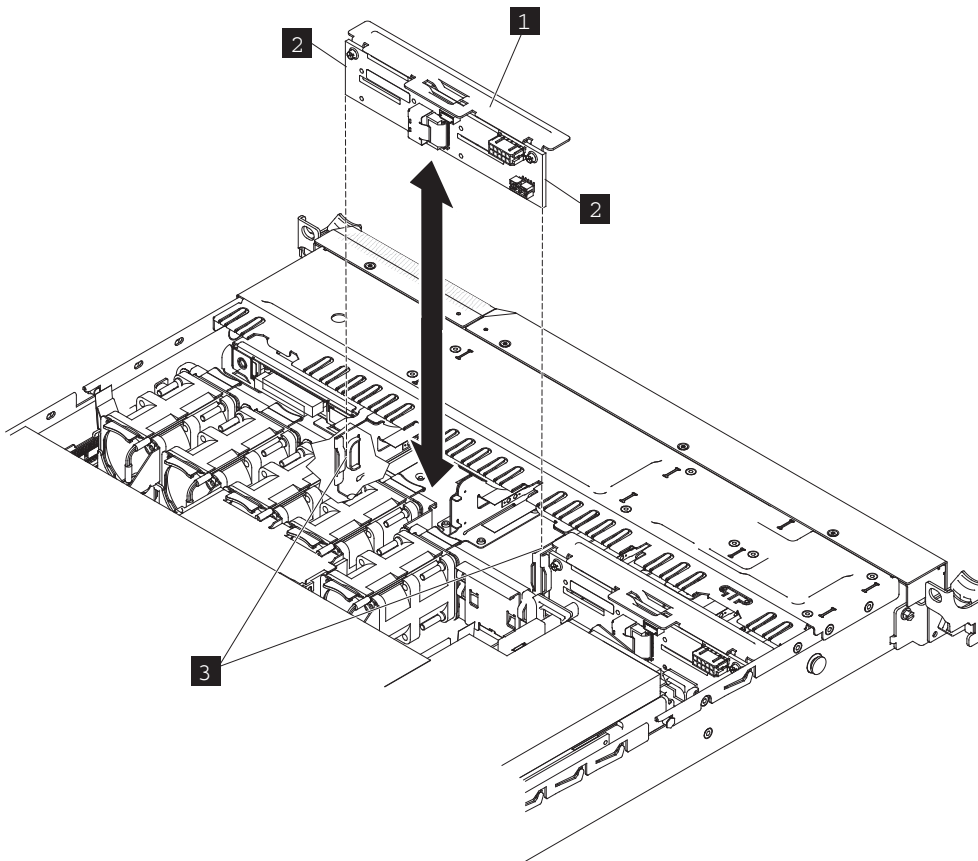
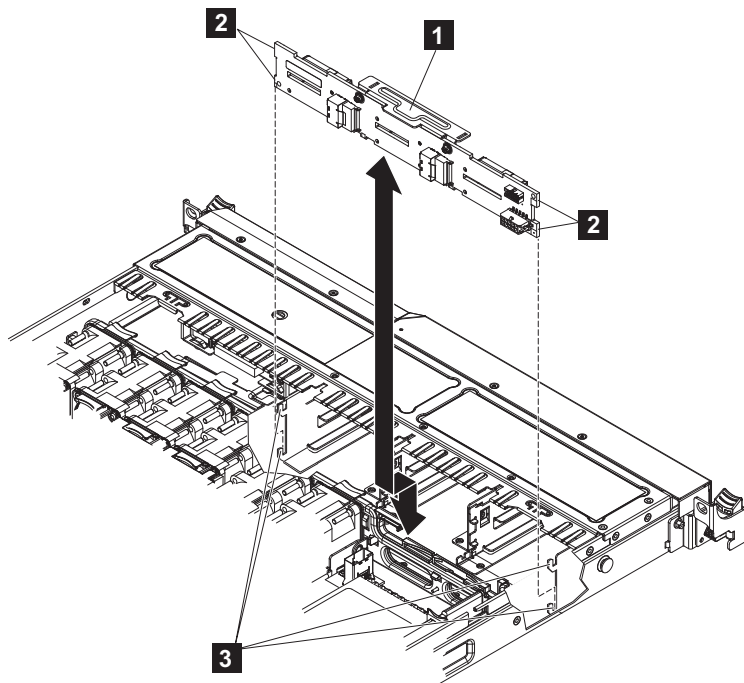

図 143. 2145-CG8 ブート・ディスク・バックプレーン
図 144. SAN ボリューム・コントローラー 2145-CF8 ディスク・バックプレーン
1. ディスク・ドライブ・バックプレーン上のタブ (188 ページの図 143 および 189 ページの図 144 の **2**) と、バックプレーン・ブラケット上のスロット (188 ページの図 143 および 189 ページの図 144 の **3**) の位置を合わせます。